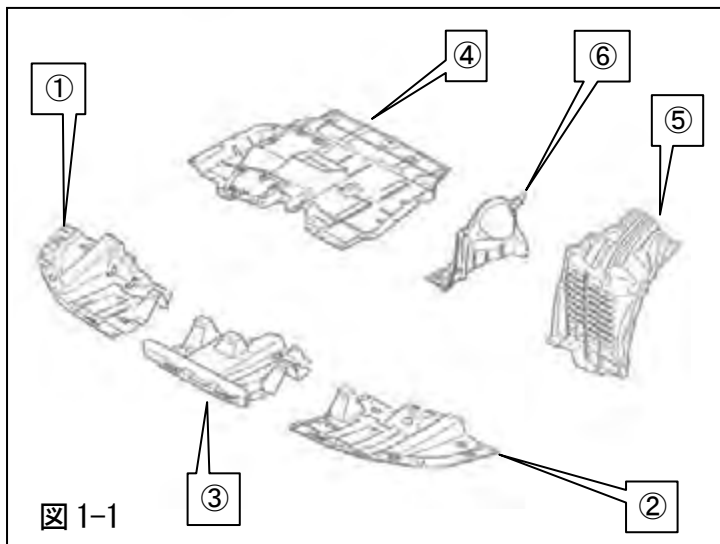

図 1-1
(2) 図の①～⑥を取外してください。(図1-1)
- ① エンジンルームアンダーカバーフロントA
- ② エンジンルームアンダーカバーフロントB
- ③ エンジンルームアンダーカバーセンター
- ④ エンジンルームアンダーカバーフロントC
- ⑤ フロントスプラッシュシールド左
- ⑥ エンジンルームサイドカバー左